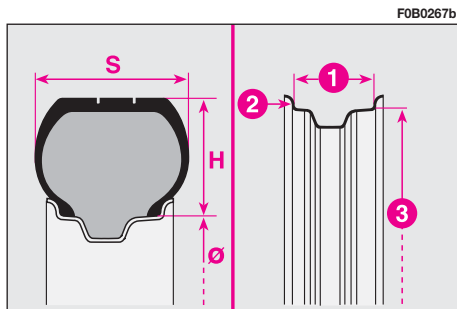

fig. 6a
Ci-après sont données les indications pour connaître la signification du code d'identification imprimé sur la jante, comme illustré en **fig. 6a**.
**6 1/2** = largeur de la jante en pouces **1-fig. 6a**;
**J** = profil du rebord; bossage latéral où appuie le talon du pneu **2-fig. 6a**;
**15** = diamètre de calage en pouces; il correspond à celui du pneu qui doit être monté **3-fig. 6a**;